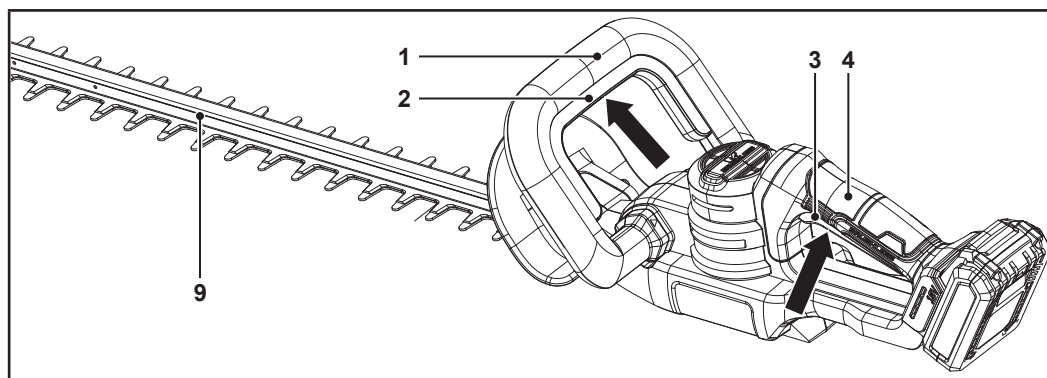

Fig. 5
**Interrutor de segurança (2), interruptor para ligar/desligar (3):** Segure a máquina corretamente com as duas mãos na pega dianteira (1) e na pega traseira (4). A máquina só pode funcionar se ambos os interruptores (2, 3) forem mantidos premidos em simultâneo (Fig. 5). Se algum interruptor for libertado, a máquina para imediatamente.
**NOTA:** A máquina só pode funcionar se ambos os interruptores (2, 3) forem mantidos pressionados em simultâneo (Fig. 5). Se algum interruptor for libertado, a máquina para imediatamente.
1. Segure a máquina corretamente com as duas mãos na pega dianteira (1) e na pega traseira (4) (Fig. 5).
2. Prima sem soltar o interruptor de segurança (2) (Fig. 5).
3. Premir sem soltar o interruptor para ligar/desligar (3) (Fig. 5).